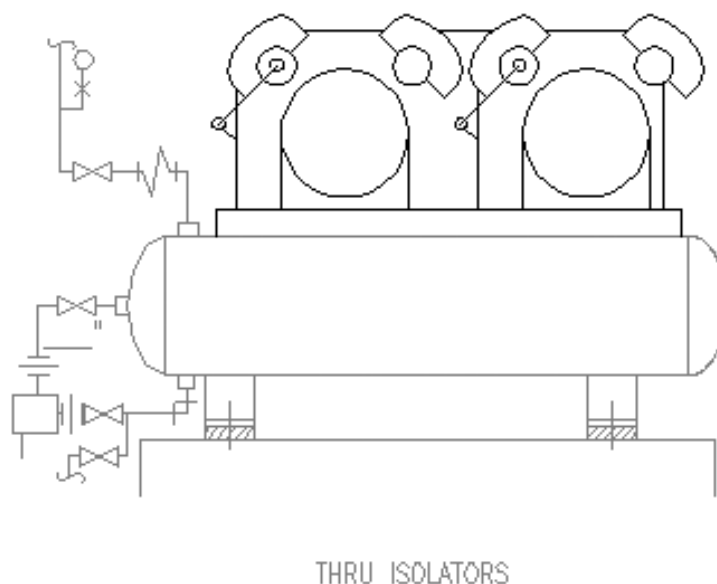

Рис. 9.7. Компрессор
1. Откройте файл ab16-f.dwg (рис. 9.7).